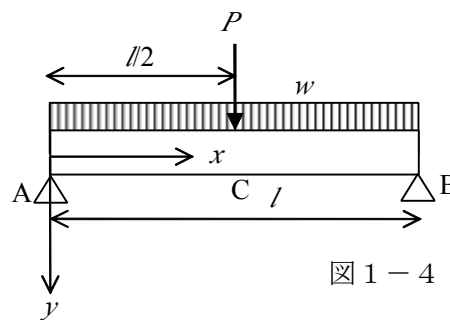

図1-4
- (1) はりの自由体線図を描き、 A 点の反力を R_A 、固定モーメントを M_A 、 B 点の反力を R_B 、固定モーメントを M_B とするとき、力とモーメントのつりあい式を導け。
- (2) A 点からはりに沿って x 軸を取る。 AC 間での断面に作用するせん断力 $S_{x,AC}$ 、曲げモーメント $M_{x,AC}$ を求めよ。
- (3) AC 間でのたわみを y_{AC} とする。たわみ角とたわみに関する境界条件および (1) の結果を用いて、 A 点と B 点における固定モーメント、ならびに C 点のたわみ y_C を求めよ。
- (4) また、図1-4のように A 、 B が回転支持の場合のときの C 点でのたわみを y_{CO} とするとき、 y_C と y_{CO} を比較し、たわみに及ぼす両端拘束の影響を調べよ。